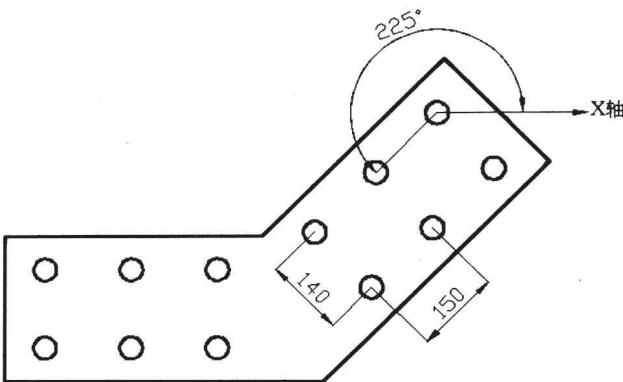

图 4-4-16
(9) 单击“确定”按钮，得到逆时针旋转 225 度的阵列，如图 4-4-16 所示。